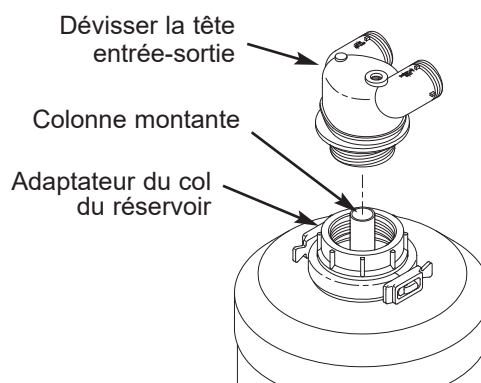

FIG. 9
4. Ensermer l'adaptateur du col du réservoir dans une clé à courroie, puis dévisser l'adaptateur de tête entrée-sortie du col du réservoir (cf. Fig. 9). Une fois la tête complètement dévissée, regarder si la colonne montante (cf. Fig. 9) y est toujours logée; lever alors un peu la tête entrée-sortie, saisir la colonne montante et la déloger.
N. B. : La colonne montante (cf. Figure 9) remonte parfois du fond du réservoir à minéraux. Dans ces cas-là, la tête entrée-sortie pourrait ne pas mordre sur les filets de l'adaptateur du col. Soumettre alors la colonne montante à un jet d'air ou d'eau sous pression pour remuer la matière filtrante sous la colonne montante et faire déposer cette dernière au fond du réservoir à minéraux.